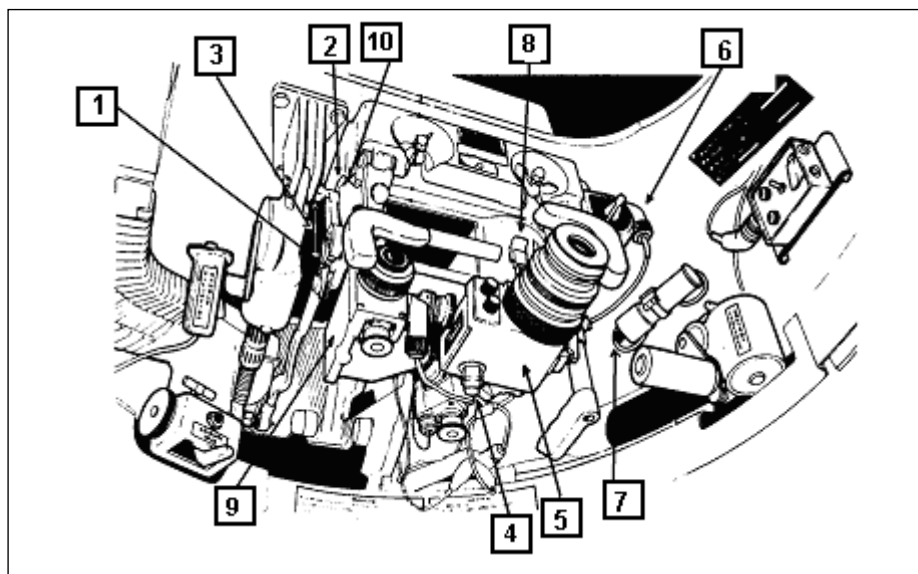

Fig 7-61. Vista do interior da torreta do Cmt
(1) Remover o dispositivo diurno do periscópio e da luneta cotovelo. (Fig 7-61)
- (c) Desconectar o grampo(1) de engate rápido do braço de elevação(2), mover o braço para a retaguarda da torreta e passar o conector para o seu suporte(3).
- (e) Desconectar o alojamento da lâmpada(6) do dispositivo diurno e mover para o controle da frente.
- (f) Desconectar o dispositivo de iluminação(7) M30 da luneta(5).
- (g) Enquanto segura a luneta cotovelo, com uma das mãos, liberar os prendedores(8) montados na frente e a trás. Cuidadosamente, baixar a luneta cotovelo.
- (h) Segurar o dispositivo diurno(9) com uma das mãos e liberar os dois prendedores(10), montados em cada lado. Cuidadosamente, baixar o dispositivo.